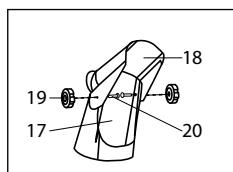

рис. 5
Совместите отверстия дефлектора (18) с отверстиями на выпускном желобе (17). Установите винты с полу-круглой головкой (20) и закрепите гайкой (19) с двух сторон (рис. 5).
Расположите выпускной желоб (17) таким образом, чтобы дефлектор (18) был обращен вперед (рис. 5).